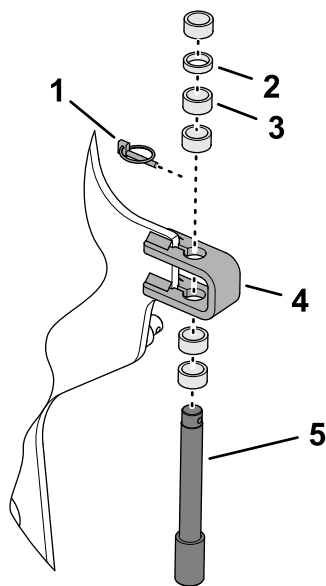

Рисунок 121
3. Снимите шплинт с кольцом, с помощью которого штифт и проставки ограничителя глубины крепятся к стопорному кронштейну (Рисунок 120 и Рисунок 121).